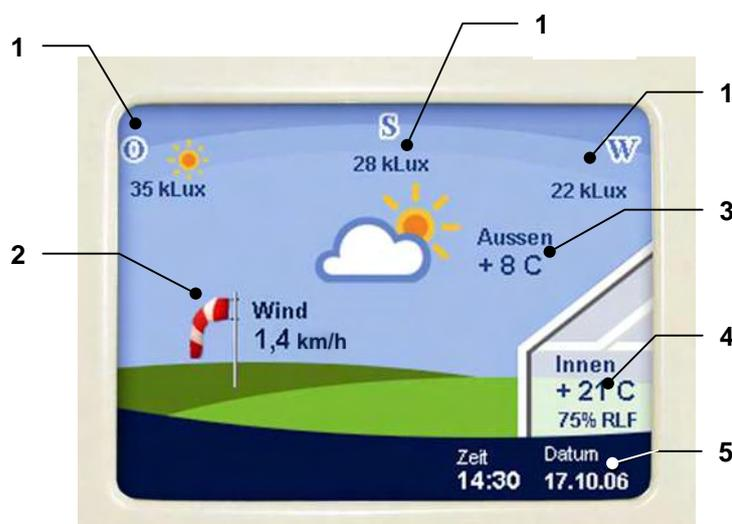

Bild 22: Display mit Touch-Screen am Bedienteil
1. Klicken Sie auf dem Display auf das angezeigte Datum bzw. die Uhrzeit (Pos. 5, Bild 22).
1. Klicken Sie im Display auf den Bereich für die Innentemperatur (Pos. 4, Bild 22).
2. Klicken Sie im Display auf den Bereich für die Innentemperatur (Pos. 4, Bild 22).
1. Klicken Sie im Display auf eine beliebige Stelle (außer Zeit/Datum und Innentemperatur, siehe auch Pos. 4 und 5 in Bild 22)